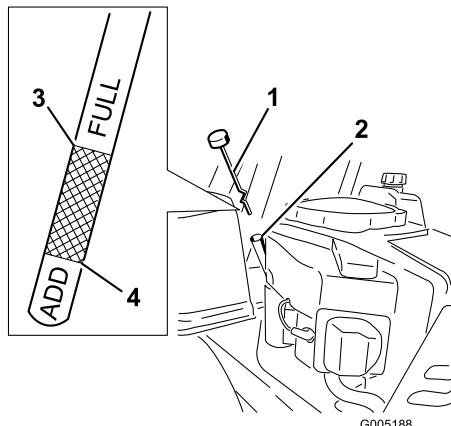

Figure 28
4. Dévissez et retirez la jauge et essuyez-la sur un chiffon (Figure 28). Réintroduisez la jauge dans le tube jusqu'à ce que le capuchon repose sur le tube. Ne vissez pas le capuchon sur le tube.
5. Sortez de nouveau la jauge et vérifiez le niveau d'huile. (Figure 28).
8. Enlevez le bouchon de remplissage/la jauge (Figure 28).
14. Versez avec précaution environ 80% de la quantité d'huile spécifiée dans le goulot de remplissage (Figure 28)
15. Remettez le bouchon de remplissage/la jauge en place (Figure 28).
16. Vérifiez le niveau d'huile (Figure 28) (voir Contrôle du niveau d'huile).
18. Remettez le bouchon de remplissage/la jauge et serrez à fond (Figure 28).